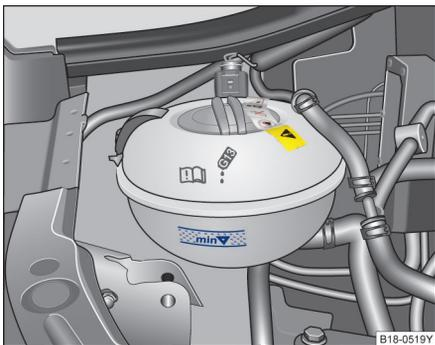

图 134 冷却液补偿容器上的液位标记
- 电驱动装置处于冷态时检查冷却液液位是否处在膨胀罐侧面的标记范围内。⇒ 图 134